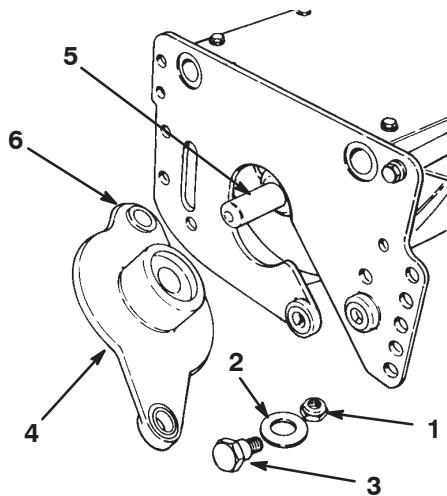

Figure 29
2. Retirez les boulons à épaulement, les bagues et les entretoises à chaque extrémité de l'ensemble barre d'appui/contre-lame puis déposez l'ensemble (Fig. 29).
3. Retirez le contre-écrou intérieur de la goupille de réglage, les fixations du support et l'ensemble bouton de réglage de la plaque latérale (Fig. 29).
- Vérifiez l'usure des bagues à bride dans les trous de fixation du carter d' entraînement et du logement de roulement (Fig. 29). Remplacez si nécessaire.
- Insérez le boulon à épaulement dans la rondelle Belleville et le trou de montage arrière du carter. Faites passer le boulon dans le trou de montage de la plaque latérale (Fig. 29). Posez l' écrou conique et le contre-écrou sur le boulon. Serrez l' écrou conique à 61–75 Nm.